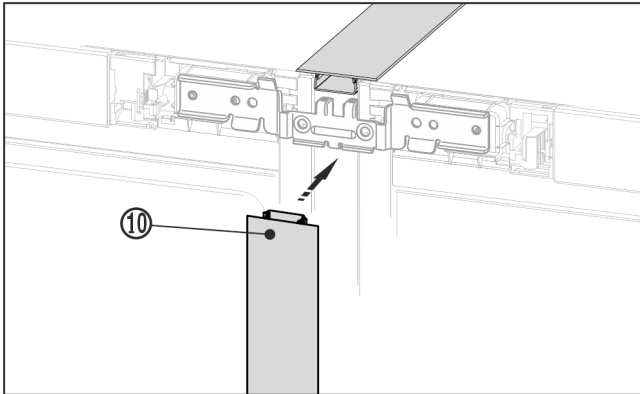

Fig. 22 *
- Sul lato anteriore premere il listello superiore Fig. 22 (10) lungo nella fessura verticale. Assicurarsi che il listello poggia sulla lamiera di collegamento.*